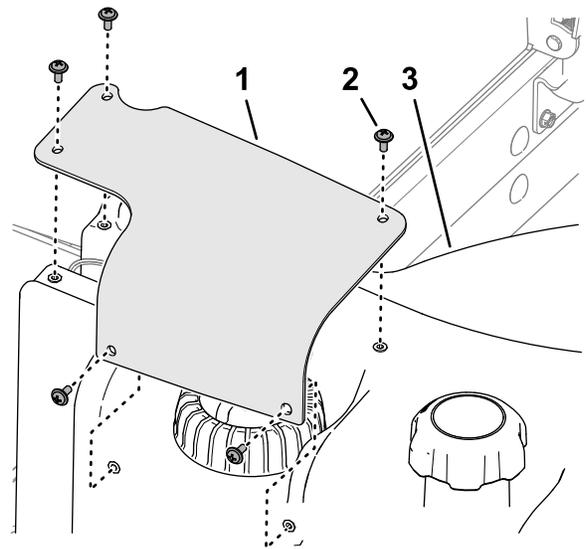

Figura 95
- 7. Alinhe os furos da tampa da alimentação de combustível com os furos do depósito de combustível, e fixe a tampa ao depósito com os cinco parafusos de cabeça Phillips (Figura 95).